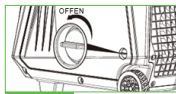

Abb. 1
- Lösen Sie den Knopf der rechten Außenabdeckung und nehmen Sie die Abdeckung ab, (Abb. 1)
- Lösen Sie den Knopf der rechten Außenabdeckung und nehmen Sie die Abdeckung ab. (Falls dies der erste Startvorgang ist, wurde die Abdeckung bereits im vorherigen Schritt entfernt.) Andernfalls folgen Sie zunächst der in Abb. 1 oben dargestellten Vorgehensweise.)